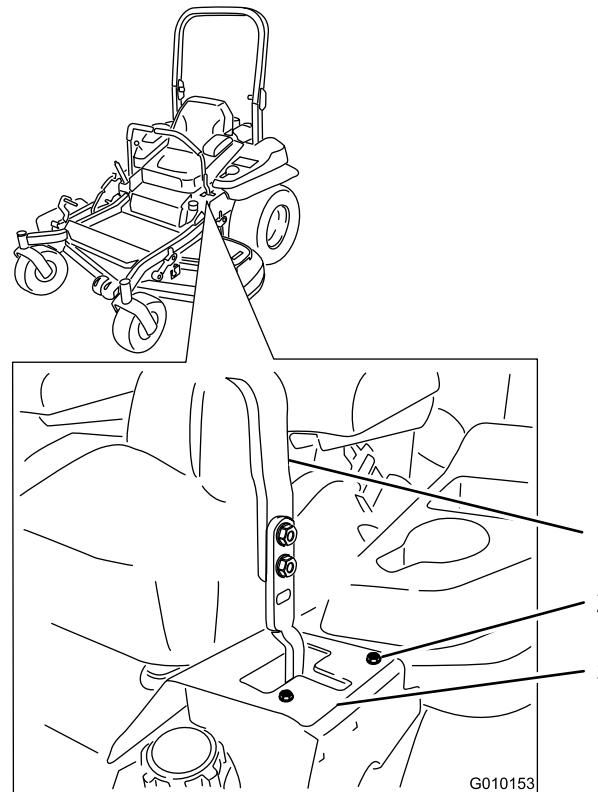

Figura 83
- Si la máquina se desvía hacia la derecha, afloje los pernos y ajuste la chapa del tope izquierdo hacia atrás en la ranura en T de la izquierda hasta que la máquina avance en línea recta (Figura 83).
- Si la máquina se desvía hacia la izquierda, afloje los pernos y ajuste la chapa del tope derecho hacia atrás en la ranura en T de la derecha hasta que la máquina avance en línea recta (Figura 83).
8. Apriete la chapa del tope (Figura 83).